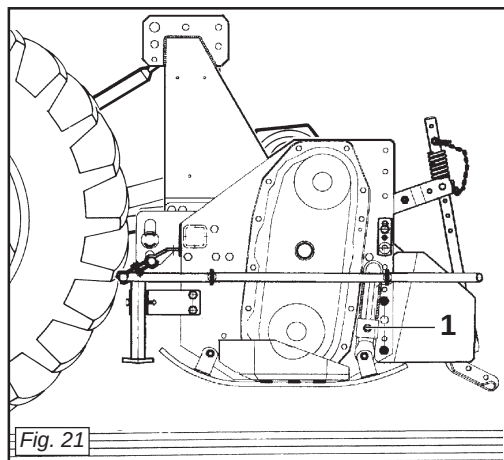

Fig. 21
**Macchine con slitte:** per regolare la profondità nelle macchine con slitte, è necessario allentare la vite di registro (1 Fig. 21), alzare o abbassare la slitta nella posizione desiderata, riavvitare poi la vite di registro. Questa operazione va effettuata su tutte e due le slitte e varia a seconda del terreno.
**Machine with skids:** to adjust working depth on this type of machine you must loosen the adjustment screw (1 Fig. 21) and raise or lower the skid the desired amount. Then retighten the screw. Both skids should be subjected to this operation which will vary according to the type of soil.
**Maschine mit Schlitten:** um die Arbreisttiefe der Maschine mit Schlitten zu bestimmen, ist es notwendig die Stellschraube zu lockern (1 Abb. 21), den Schlitten im gewünschten Maße zu heben oder zu senken, und die Stellschraube wieder anzuziehen. Dieser Vorgang ist auf beiden Kufen vorzunehmen und hängt von der Bodenbeschaffenheit ab.
**Machine avec patins:** pour régler la profondeur sur les machines avec patins, desserrer la vis de réglage (1 Fig. 21), soulever ou abaisser les patins à la mesure désirée et revisser la vis de réglage.
**Máquinas con correderas:** para ajustar la profundidad en las máquinas con correderas, hace falta quitar el perno de registro (1 Fig. 21), subir o bajar las correderas de la misma deseada y volver a introducir el perno en su agujero.